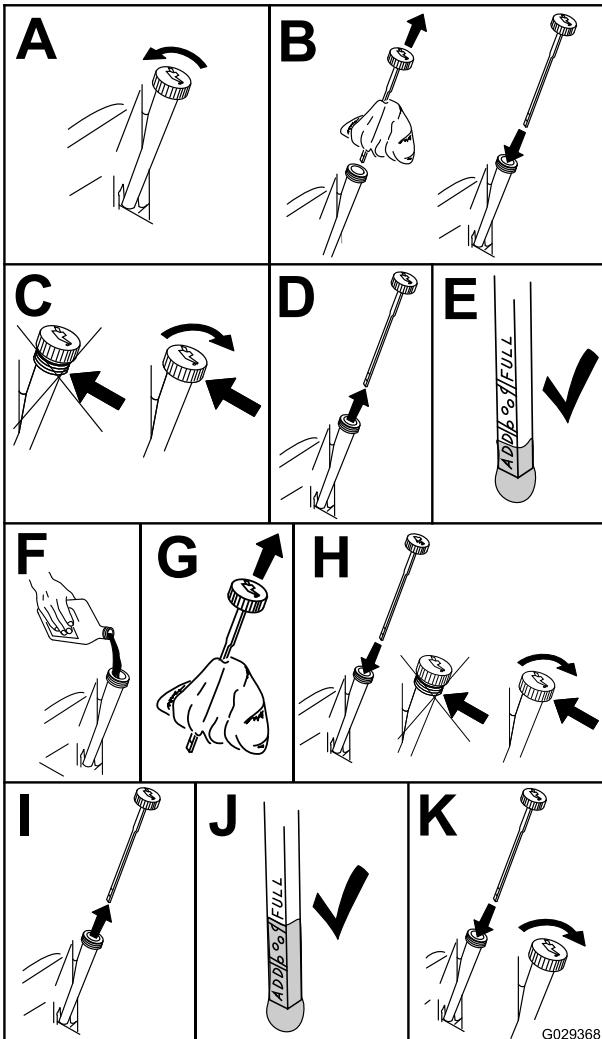

Figura 41
3. Per evitare morchia, residui d'erba, ecc. nel motore, pulite l'area attorno al tappo e all'asta di livello dell'olio prima della rimozione (Figura 41).